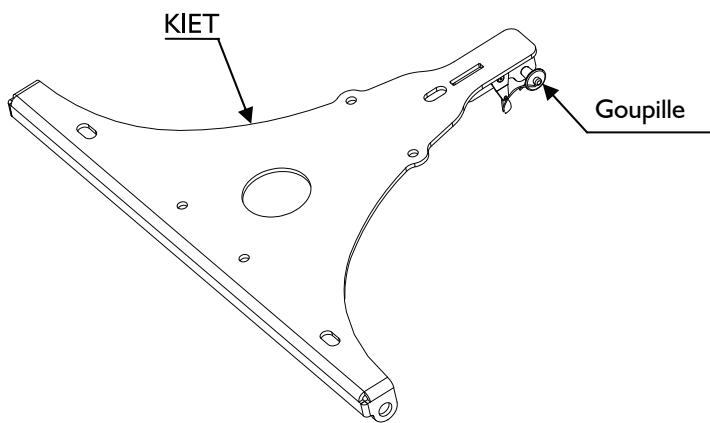

Figure 3 : KIET en mode "sous-balcon" (partie principale seule)
**La partie principale** seule (Figure 3) s'adapte aux pièces d'accrochage d'une enceinte KIVA ou KILO. Elle peut être suspendue à une structure ou un plafond (typiquement pour une utilisation sous-balcon d'une enceinte KIVA par exemple). Des perçages sur la partie plane permettent la fixation du KIET à l'aide de 3 vis de diamètre 10mm / 0.4" (non fournies).